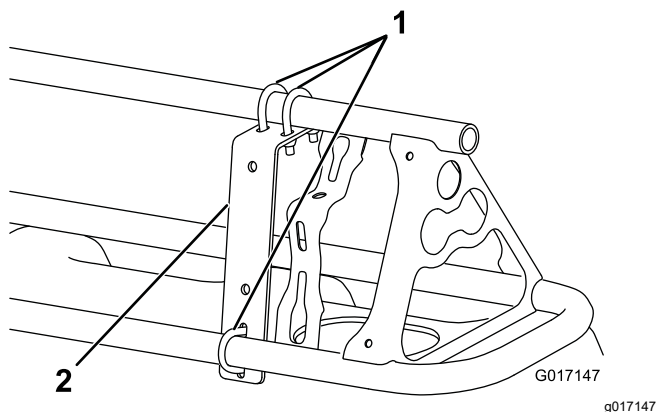
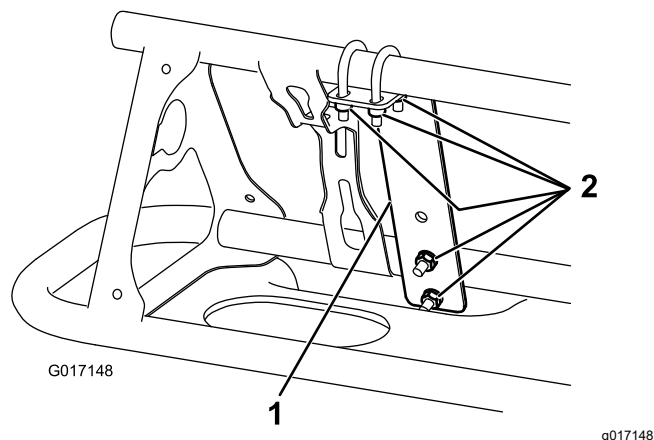

図 14
図 15
1. 各ブームの一番外側のノズル図 14 と 図 15 の近くに、取り付けブラケットをブームの前側に取り付けるU ボルト3本、ロックナット6個を使用。